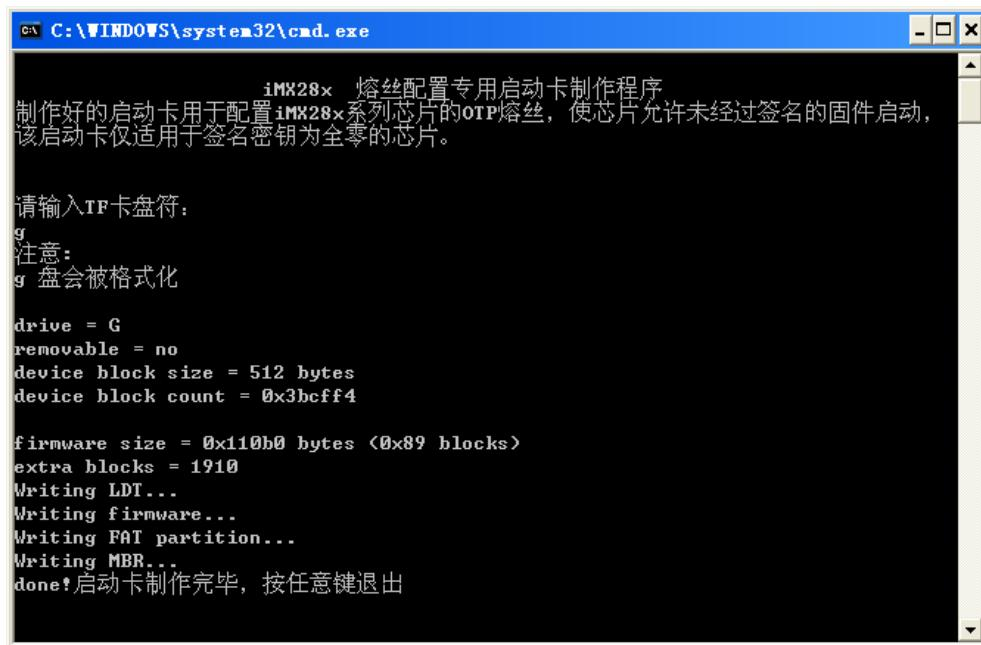

图2.1 熔丝配置专用启动卡制作完成
- 启动卡制作完后如图2.1所示, 此时按照移除U盘的方式移除该TF卡即可。